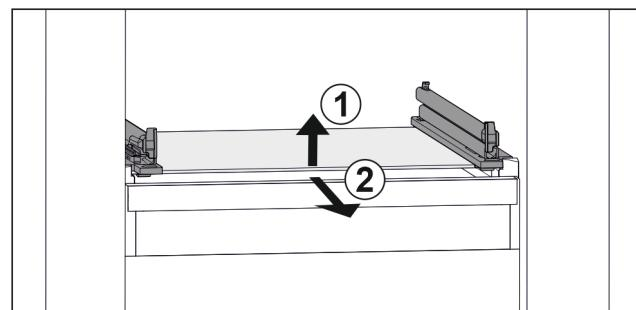

Fig. 26 Příklad znázornění skleněné desky
- Nadzvědněte skleněnou desku vpředu. Fig. 26 (1)
- Vyjměte skleněnou desku dopředu. Fig. 26 (2)